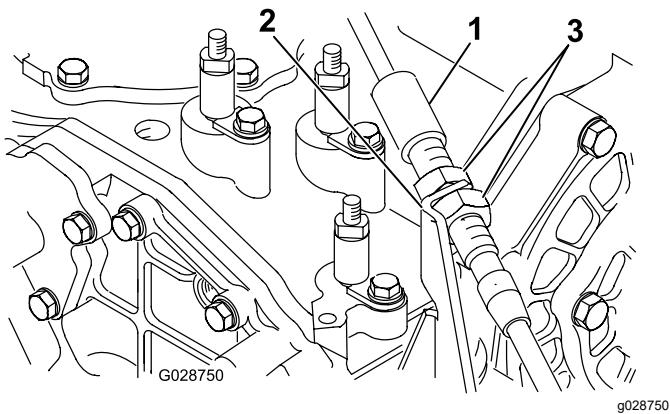

Figura 11
4. Disponete il cavo lungo i cavi esistenti e fino alla staffa del cavo montata nell'angolo anteriore sinistro del transaxle (Figura 11).